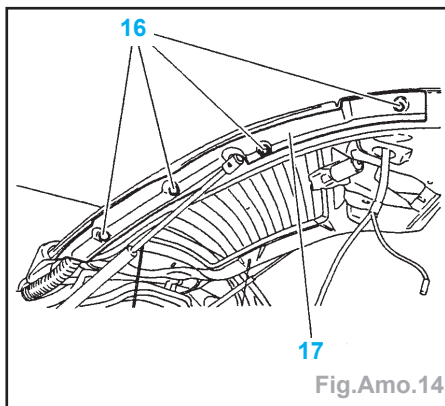

Fig.Amo.14
- Déposer les vis (16) et le cache (17) (Fig.Amo.14).